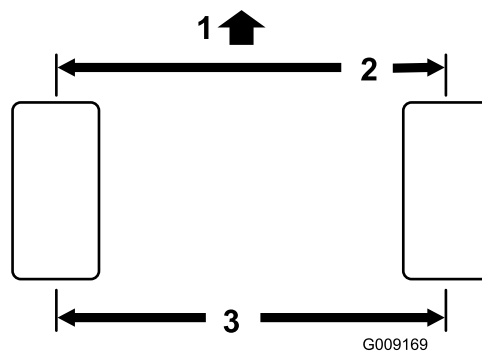

Figura 43
1. Mida la distancia entre centros (a la altura del eje) en la parte delantera y trasera de los neumáticos de dirección. La distancia delantera debe ser de 3 mm (1/8 pulg.) menos que la trasera (Figura 43).